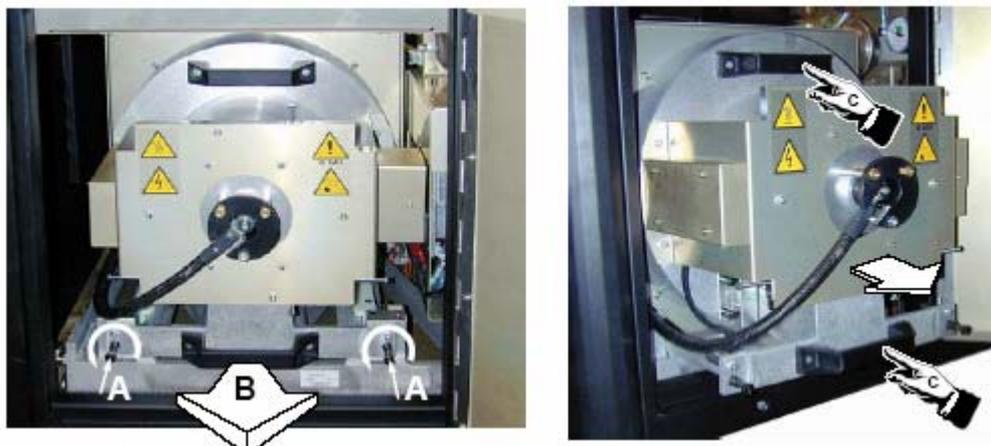

图 7-2 灯箱的卸除
2. 抓住灯组件底部的手柄（B），将它部分取出数字放映机主框架的基座。（图7-2）